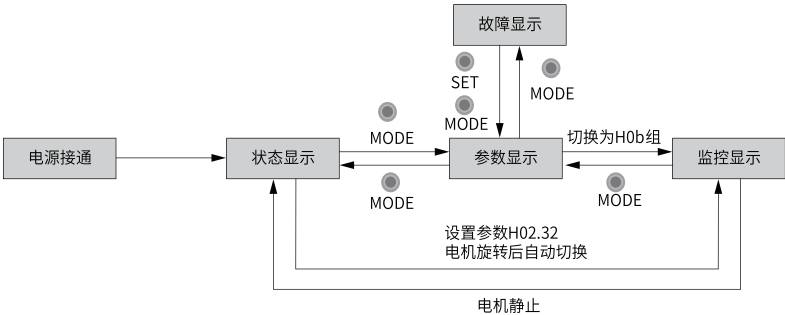

图1-2 面板各类型显示切换方法示意图
- 按“MODE”键可在不同显示模式之间切换，切换条件如第13页“图1-2”所示。